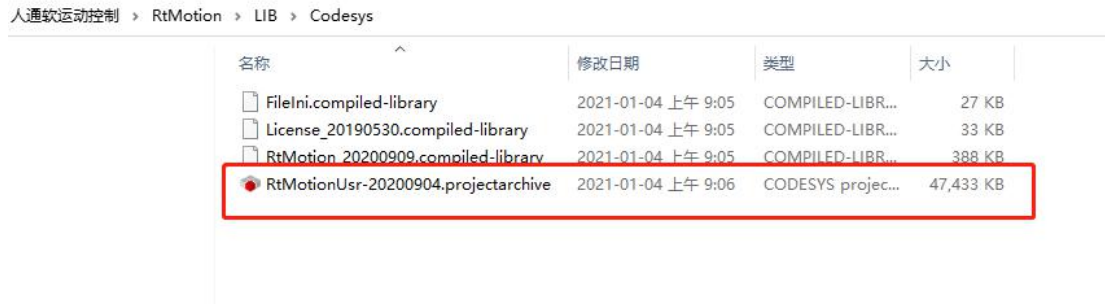

图 2-6-1 CodeSys 工程文件
1、双击打开下载资料中的 RtMotionUsr-20200904.projectarchive 文件，如图 2-6-1 所示：